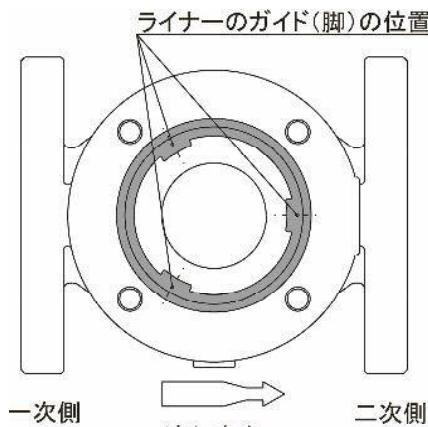

図13
- ・ライナーは向きに注意し、ライナーにある3本のガイド(脚)の位置が、下図13のようになるよう組み込んでください。